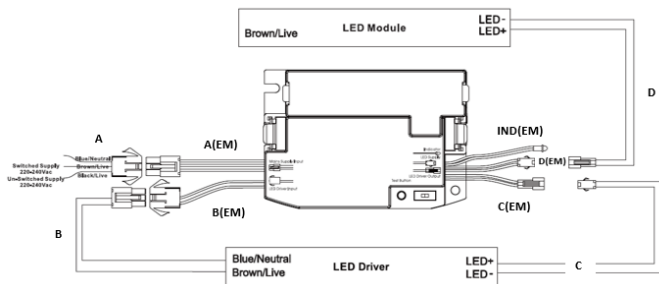

Fig. 6
- See Fig. 6 for wiring diagram